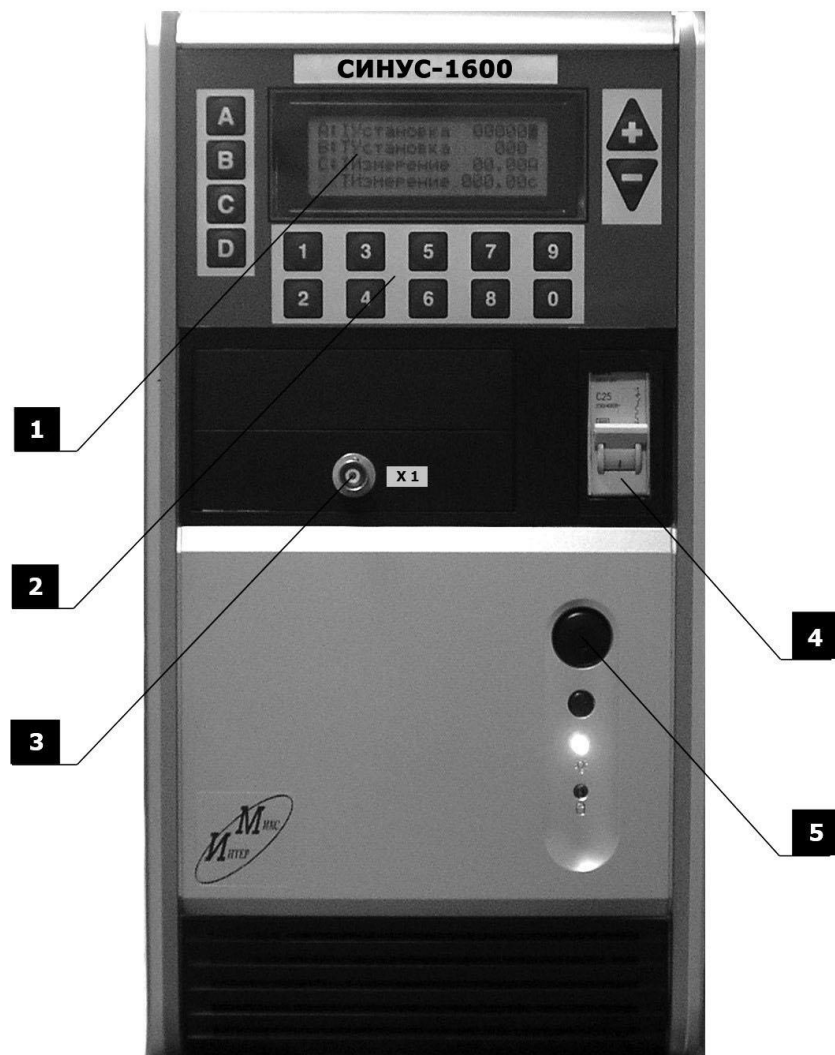

Рис.2. Передняя панель комплекта СИНУС-1600
4.3.2 Жидкокристаллический дисплей, клавиатура, автоматический выключатель, разъем синхронизации и кнопка сброса находятся на передней панели комплекта (рис. 2):